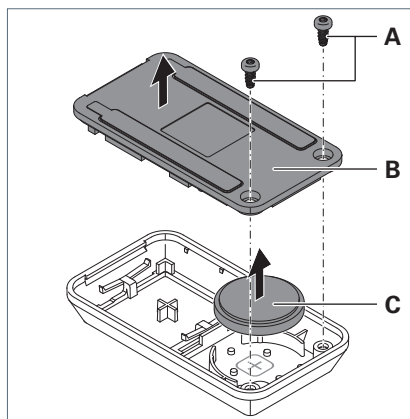

Fig. 33: Batteriewechsel.
- ▶ Drehen Sie die Schrauben **A** aus der Rückwand **B** des Bedienelements, siehe Fig. 33.